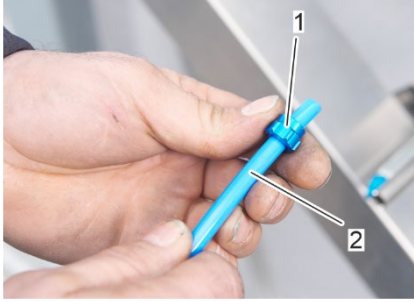

Abbildung 67: Überwurfmutter auf den Druckluftschlauch schieben
12. Schieben Sie die Überwurfmutter (Abbildung 67/1) auf den Druckluftzufuhrschlauch (Abbildung 67/2).